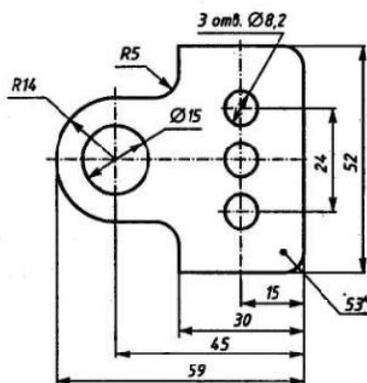

Рис. 42
**УПРАЖНЕНИЕ 1. Построение детали подвески по заданным размерам с использованием сопряжений (см. рис. 42).**